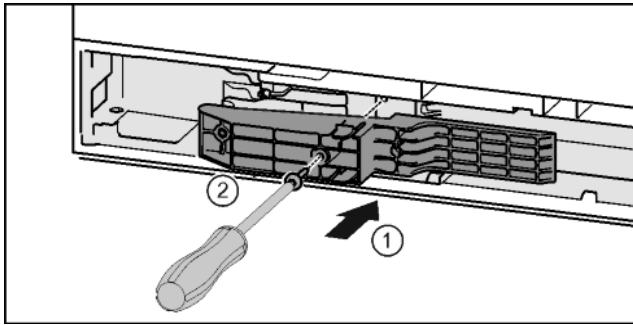

Fig. 44\*
- ▶ Вставить деталь адаптера в отверстие на стороне ручки.\* Fig. 44 (1)
- ▶ Затянуть винты отверткой T15.\* Fig. 44 (2)